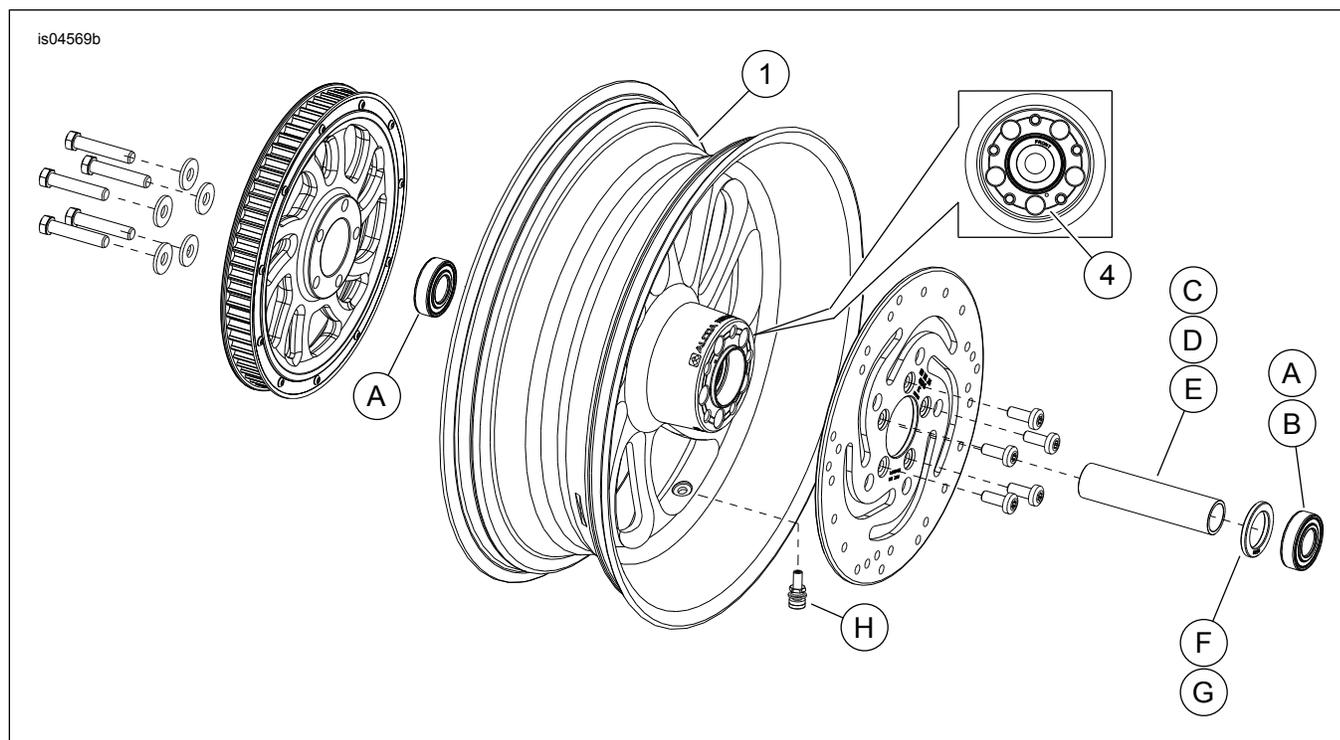

Figure 1. Pièces de rechange : Roues arrière Blade (roue de 17 pouces illustrée)
Voir Figure 1 et Tableau 2.
2. Voir Figure 1. Poser l'ensemble de tige de soupape (H) sur la roue. Se reporter au manuel d'entretien.